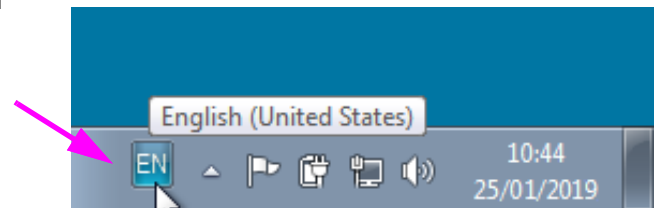

Abbildung C-19. Dropdown-Menü mit Sprachen – Willkommenseite (Windows 7)
2. Klicken Sie auf dieses Symbol und ein Menü, ähnlich wie in Abbildung C-19 links dargestellt, erscheint.